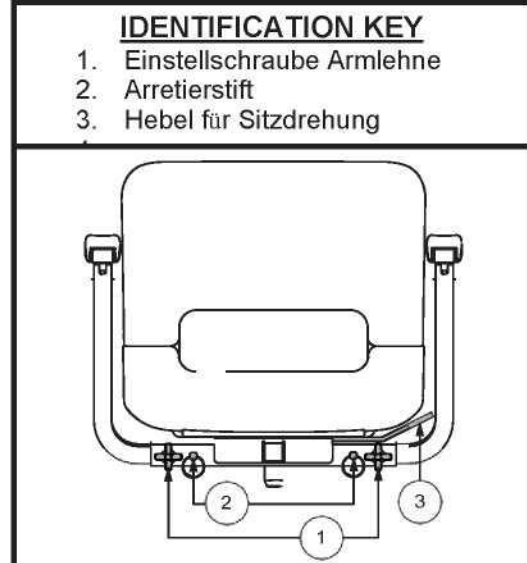

Abbildung 24. Sitz-Einstellungen
Der Hebel für die Sitzdrehung, der sich an der rechten Seite der Sitzfläche befindet, sichert den Sitz in mehreren Positionen. Siehe Abbildung 24.
1. Lösen Sie die Einstellschrauben der Armlehnen. Siehe Abbildung 24.